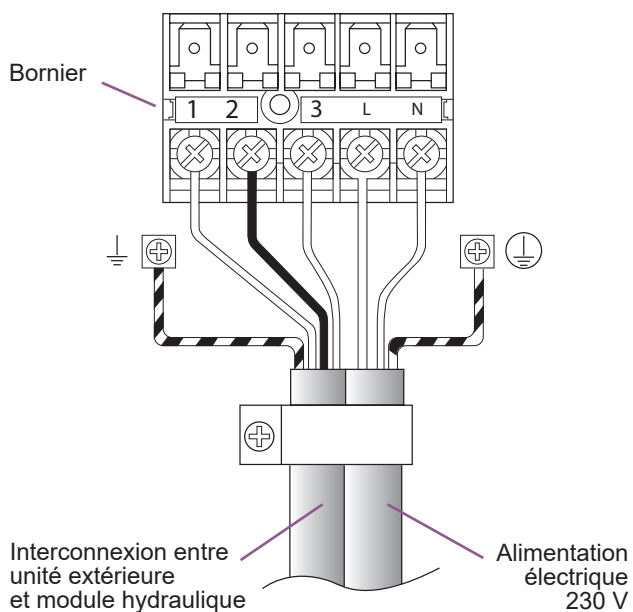

fig. 42 - Connexions au bornier de l'unité extérieure
- Effectuer les raccordements suivant le schéma (fig. 42).